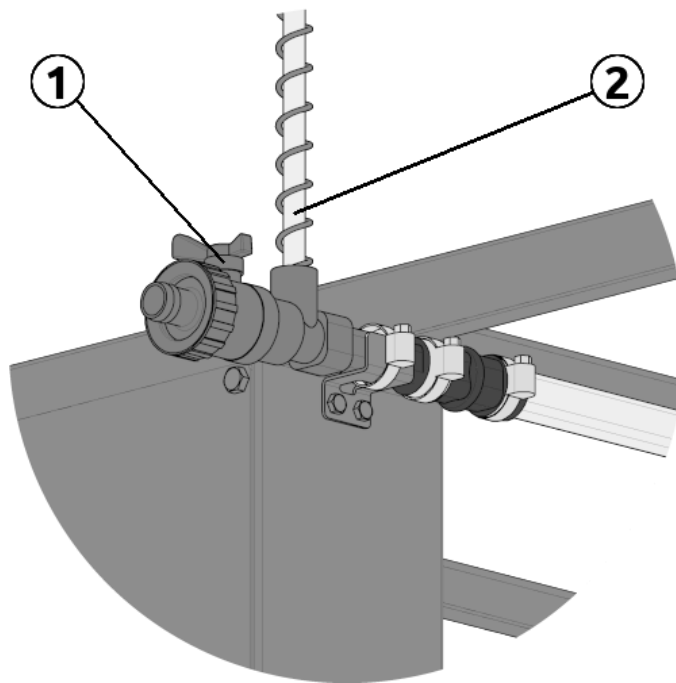

Рисунок 2.9
Опционально, линии поения комплектуются концевым узлом слива (рис.2.9). Это пластиковый запорный кран (1), соединенный с линией труб поения, в котором предусмотрено установку шланга визуального контроля (2).